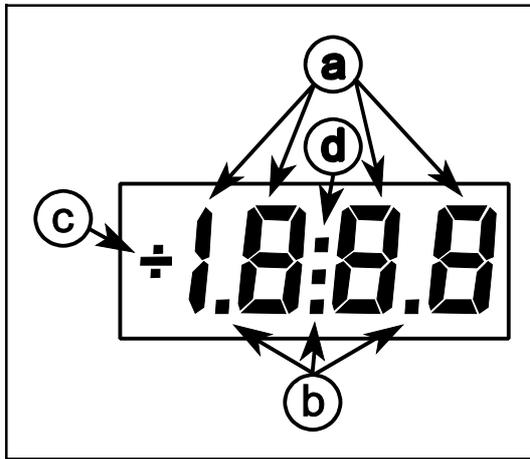

Bild 7-2
**ERKLÄRUNG zu Abb. 7-2.**
Die digitale Anzeige (Abb.7-2) hat folgende Aufgaben: